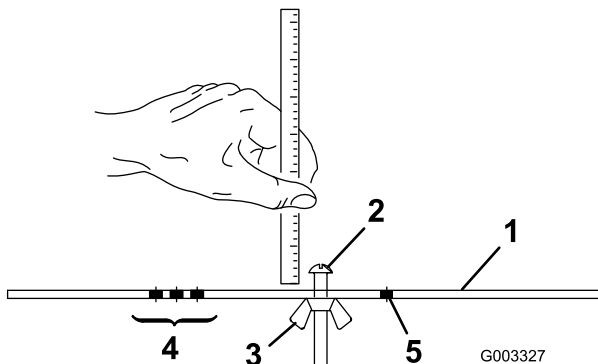

Figura 19
2. Desaperte a porca da barra indicadora (Figura 19) e regule o parafuso de ajuste para a altura de corte desejada. A altura de corte corresponde à distância entre a parte inferior da cabeça do parafuso e a superfície da barra.